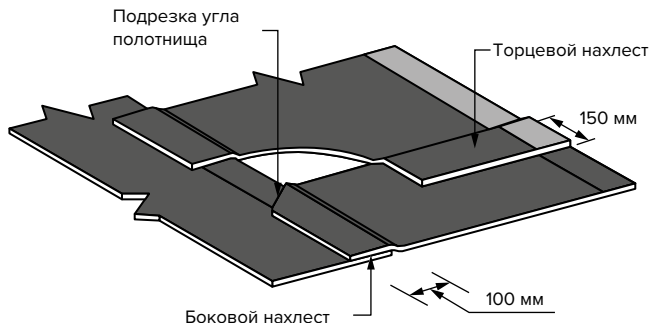

Рисунок 5.1. Устройство пароизоляционного слоя из битумосодержащих рулонных материалов
**5.2.11.** В процессе производства работ по устройству пароизоляционного слоя необходимо обеспечить нахлест смежных полотнищ не менее 100 мм (боковой нахлест). Торцевой нахлест рулонов должен составлять 150 мм (рис. 5.1).
**5.2.12.** Для увеличения надежности и герметичности торцевого нахлеста необходимо осуществить подрезку угла полотнища материала, находящегося в нахлесте снизу (рис. 5.1).